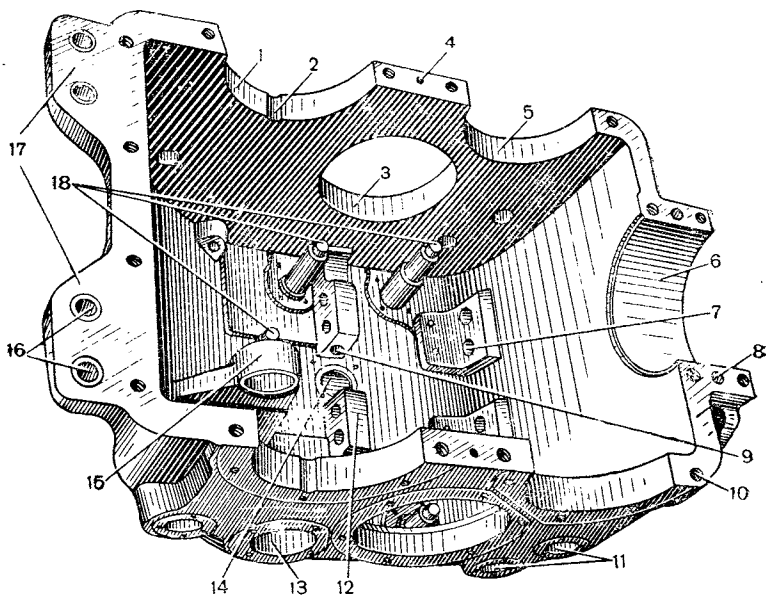
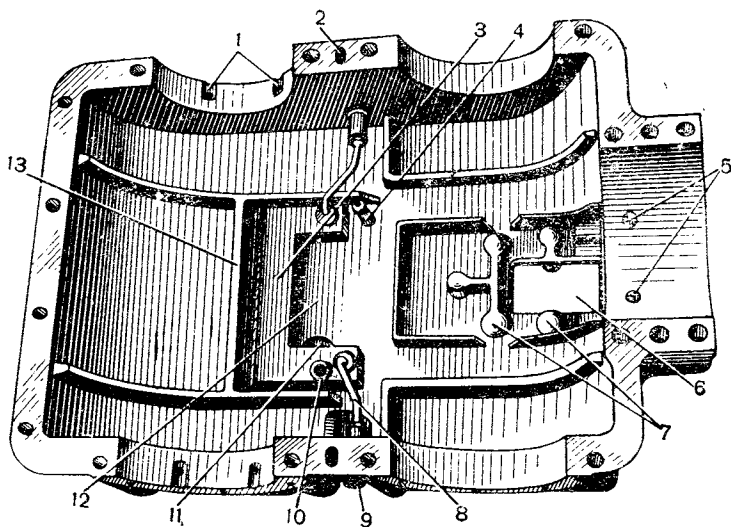

Рис. 153. Нижняя половина картера:
Рис. 154. Верхняя половина картера:
Все детали коробки передач смонтированы в чугунном картере, состоящем из двух половин: нижней (рис. 153) и верхней (рис. 154). Плоскость их разъема проходит по осям ведущего, ведомого и главного валов.
В нижней половине картера монтируются все основные детали коробки передач. В стенках картера имеются полуцилиндрические выточки 1, 5 и 6 (рис. 153), цилиндрические гнезда 3 большого диаметра, в которые устанавливаются обоймы подшипников ведущего, ведомого, промежуточного и главного валов, и гнездо 13 для установки втулки оси заднего хода. В выточке 1 проточены канавки 2 для отвода масла в картер, а в боковых стенках между выточками 1 и 5 выполнено по одному отверстию 4 для подвода масла к подшипникам промежуточного вала. Кроме того, в боковых стенках картера имеется по три отверстия 11 для осей вилок переключения передач.
**В верхней половине** картера (рис. 154) выполнены полуцилиндрические выточки, которые вместе с аналогичными выточками нижней половины картера образуют цилиндрические гнезда для обойм подшипников ведущего, ведомого и главного валов.
Нижний конец трубки крепится к картеру штуцером, в котором имеются отверстия, сообщающиеся с отверстиями 2 (рис. 154) картера.